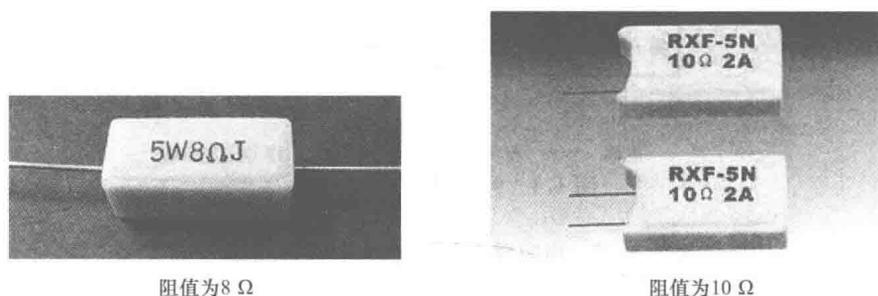

图 1.1-11 直标法
(1)直标法。如图 1.1-11 所示,将电阻器的标称值用数字和文字符号直接标在电阻体上,其允许偏差则用百分数表示,未标偏差值的即为 $\pm 20\%$ 的允许偏差。